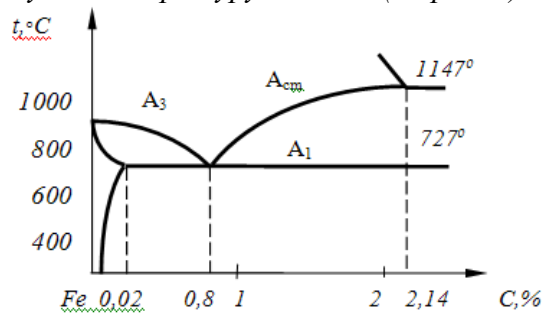

Рис. 3
64. Выберите оптимальную температуру закалки (по рис. 3) для стали 45:
65. Выберите оптимальную температуру закалки (по рис. 3) для стали У11:
66. Выберите оптимальную температуру закалки (по рис. 3) для стали У8:
67. Выберите оптимальную температуру закалки (по рис. 3) для стали У7:
68. Выберите оптимальную температуру отжига (по рис. 3) для стали 50:
69. Выберите оптимальную температуру отжига (по рис. 3) для стали У8:
70. Выберите оптимальную температуру отжига (по рис. 3) для стали У12:
71. Выберите оптимальную температуру нормализации (по рис. 3) для стали 50:
69. Выберите оптимальную температуру нормализации (по рис. 3) для стали У8:
70. Выберите оптимальную температуру нормализации (по рис. 3) для стали У12: